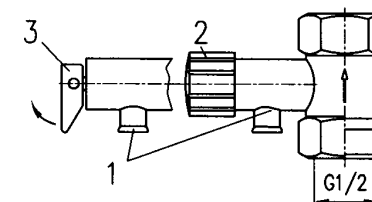

Рис. 4 Предохранительный клапан
- проверить действие предохранительного клапана: повернуть головку клапана /рис.4/ налево, до ощущения перехода, и тогда из отверстия 1 должна потечь вода. После проверки протекания воды вернуть головку клапана в предыдущее положение.
- открыть головку предохранительного клапана (Рис. 4) ;